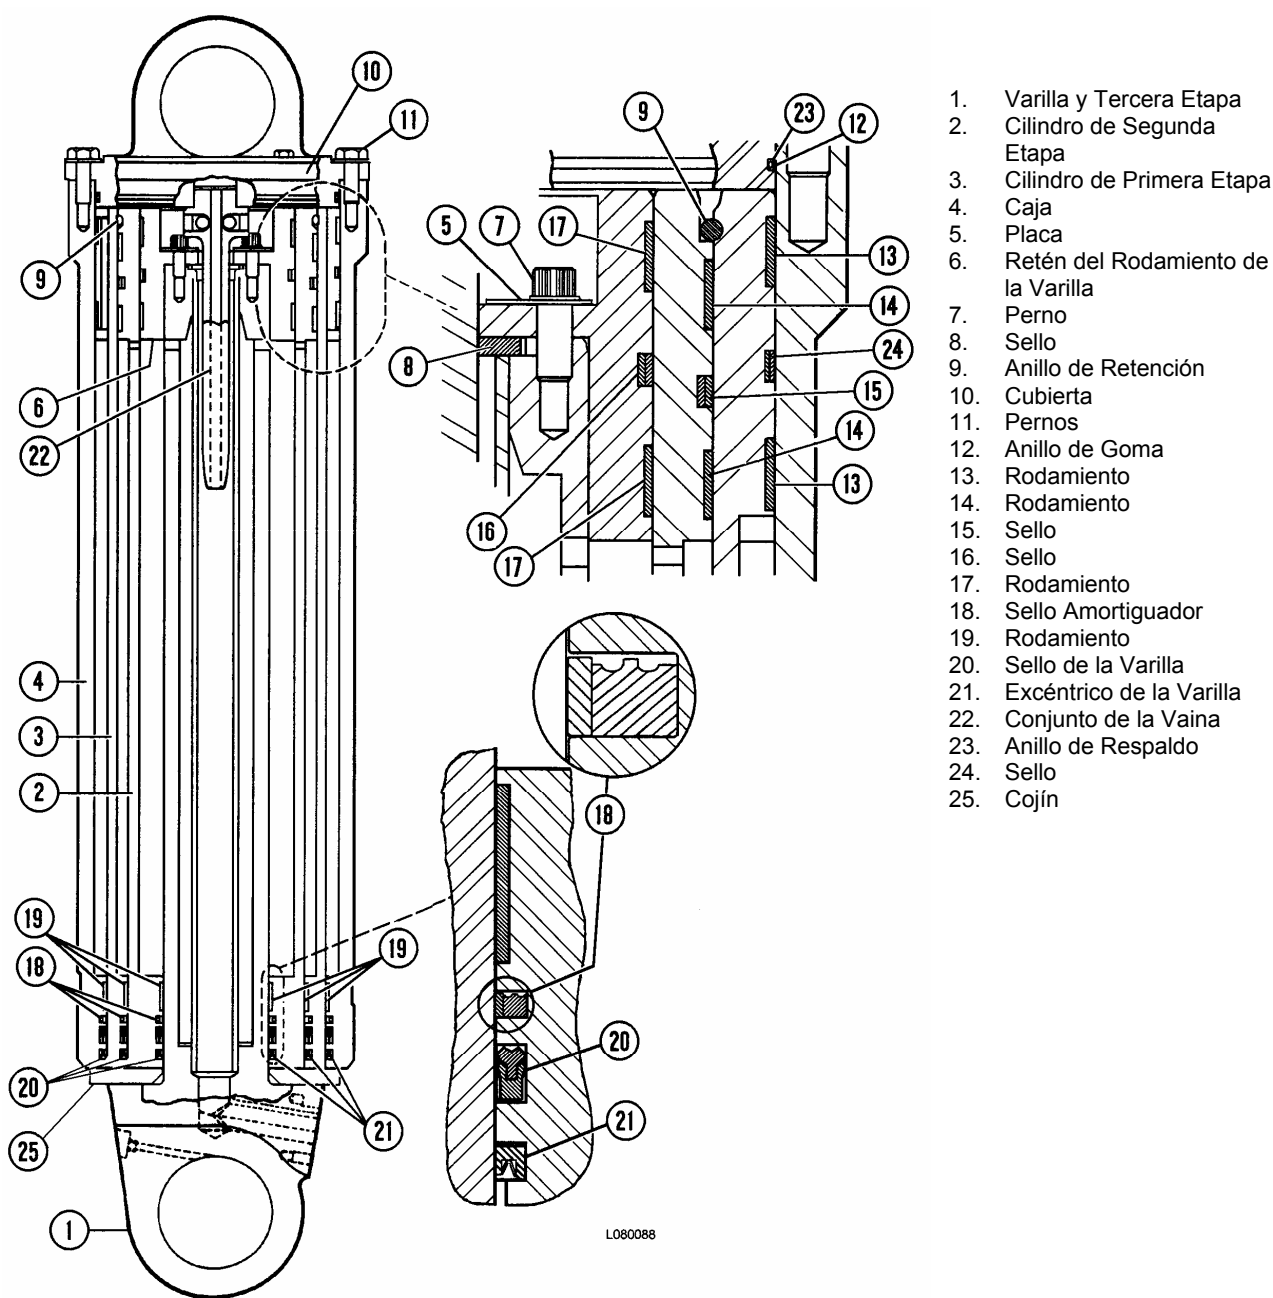
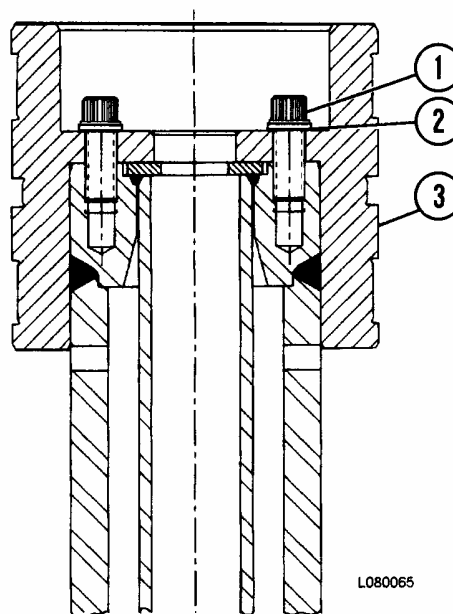

FIGURA 8-19. CONJUNTO DEL CILINDRO DE ELEVACION
FIGURA 8-23. PISTÓN DE TERCERA ETAPA
3. Coloque el cilindro con la argolla de montaje de la cubierta (10, Figura 8-19) en la parte superior. Saque los pernos (11) y las golillas de seguridad que sujetan la cubierta a la caja (4).
4. Coloque dos pernos roscados - 22 mm (0.88 in.) de diámetro x 229 mm (9 in.) de largo - en los dos orificios roscados en la cubierta (10). Atornille los pernos de manera uniforme hasta que se pueda sacar la cubierta. Suba la cubierta en forma recta hasta liberar el conjunto de la vaina (22). Saque el anillo de goma (12) y el anillo de respaldo (23).
5. Saque los pernos (7) y la placa (5) que fijan el retén del rodamiento de la varilla (6) a la varilla (1). Saque el sello (8).
6. Fabrique una barra de retén usando una plancha de acero de 6 x 25 x 460 mm (¼" x 1" x 18"). Haga orificios en la barra para alinear con un par de orificios roscados espaciados a 180° en la caja. Asegure la barra a la caja usando pernos (11).
5. Cuando se desarme un conjunto de cilindro, los pernos (7, Figura 8-19) se deben revisar cuidadosamente para ver si están fatigados. En caso de duda, cambie los pernos.
1. Instale los sellos (15, Figura 8-19) y el rodamiento (14) en el cilindro de segunda etapa. Instale los rodamientos (19) y el sello amortiguador (18), el sello de la varilla (20) y el excéntrico de la varilla (21) en el cilindro de primera etapa. Lubrique con aceite hidráulico limpio tipo C-4.
2. Alinee y deslice el cilindro de segunda etapa (2) dentro del cilindro de primera etapa (3). Deje que el cilindro de segunda etapa sobresalga lo suficiente para instalar el anillo de retención (9) dentro del cilindro de primera etapa.
3. Monte la caja (4) en el accesorio con el extremo de la cubierta hacia arriba. Instale rodamientos (19) y sello amortiguador (18), sello de la varilla (20) y el excéntrico de la varilla (21) en la caja.
5. Instale rodamientos (13) y (24) en el cilindro de primera etapa (3). Suba y alinee este conjunto sobre la caja (4). Baje los cilindros de primera y segunda etapa hacia la caja.
7. Instale rodamientos (19) y sello amortiguador (18), sello de varilla (20) y excéntrico de varilla (21) en el cilindro de segunda etapa (2).
8. Fije un dispositivo de elevación a la argolla de la varilla (1) y alinéelo sobre la caja (4). Instale el cojín (25) en la varilla con la esquina biselada hacia la argolla de la varilla. Baje la varilla a la caja. Lubrique la varilla con aceite hidráulico.
9. Gire la caja en 180° para posicionar el extremo de la cubierta en la parte superior. Saque el retén que se instaló en el Paso 5. Instale los rodamientos (17) y el sello (16) en el retén del rodamiento de la varilla (6).
10. Atornille dos pernos guía - 100 mm (4 in.) de largo - en el extremo de la varilla (1). Instale el sello (8) en el extremo de la varilla.
11. Alinee el retén del rodamiento de la varilla del pistón (6) sobre los pernos guía y bájelo sobre el extremo de la varilla (1). Saque los pernos guía.
12. Revise cuidadosamente los pernos (1, Figura 8-23) para ver si están fatigados y en caso de duda, reemplácelos.
13. Lubrique los pernos (1, Figura 8-23) con grasa en base a litio. Instale los pernos y la placa (2). Apriete los pernos con torque de **780 N.m. (575 ft. lbs.)**.
14. Instale el anillo de goma (12, Figura 8-19) y el anillo de respaldo (23) en la cubierta (10). Alinee y baje la cubierta sobre la caja (4). Lubrique los pernos (11) y móntelos con golillas de seguridad. Apriete los pernos a un torque de **678 N.m. (500 ft. lbs.)**.